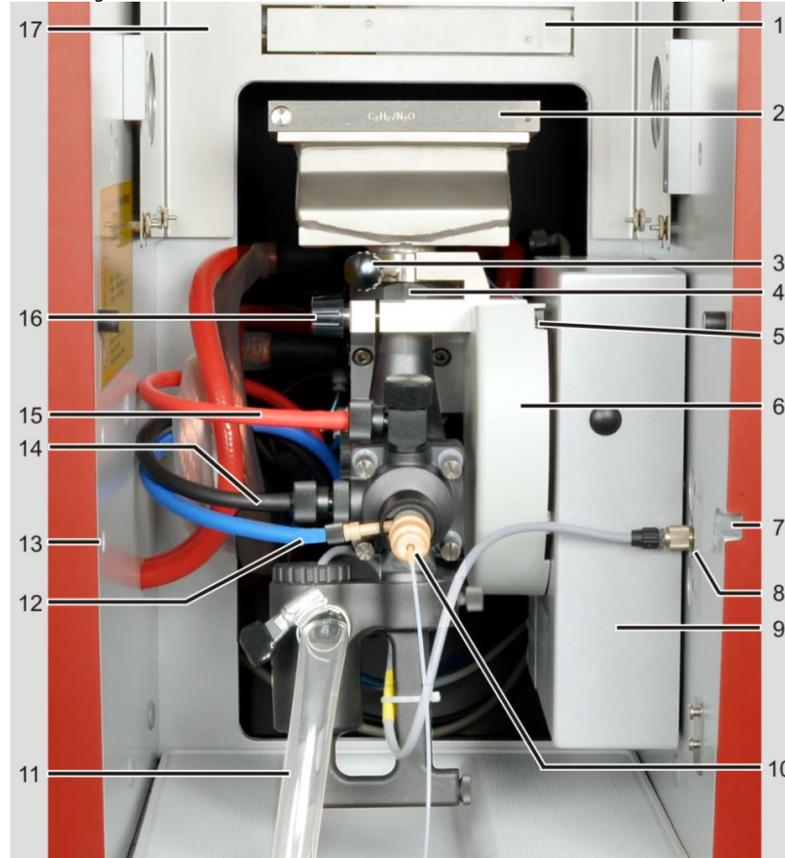

Fig. 41 Collegamenti sul sistema bruciatore-nebulizzatore
La camera di miscelazione deve allinearsi con il sistema di regolazione dell'altezza, il segno per l'allineamento deve trovarsi al di sopra del bordo del fermo (4 in Fig. 41 pag.68).
- Collegare il tubo per gas di combustione (rosso) in alto alla testa della camera di miscelazione (15 in Fig. 41 pag.68)
- Collegare il tubo per ossidante (blu) al nebulizzatore (12 in Fig. 41 pag.68)
- Collegare il tubo per ossidante supplementare (nero) su un lato alla camera di miscelazione (14 in Fig. 41 pag.68)